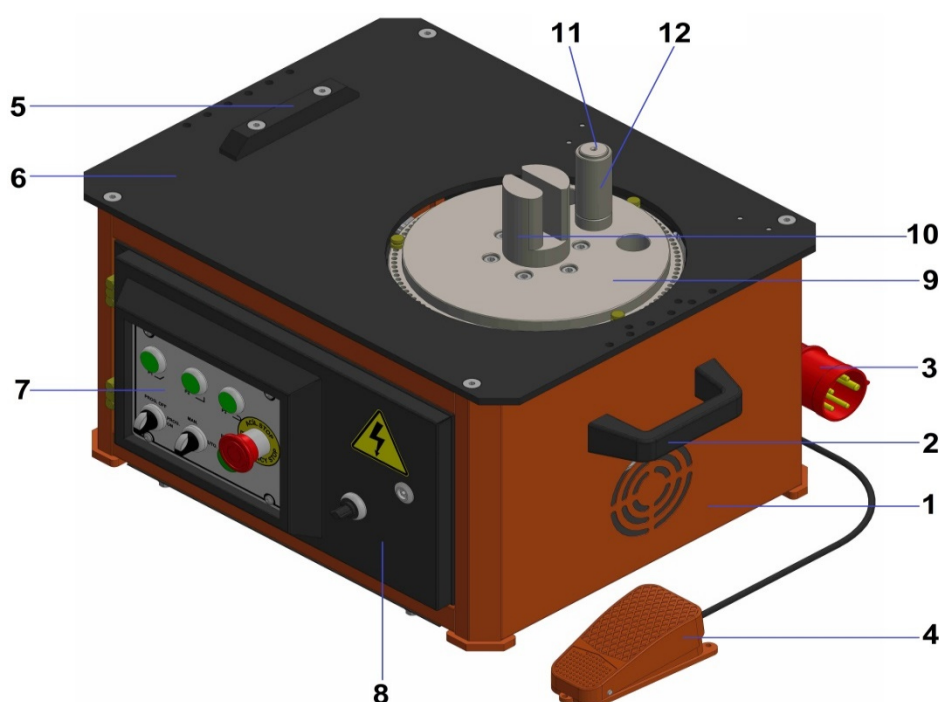

Abbildung 1: Aufbau der Biegemaschine
- Wählen Sie den passenden Bügelkopf, Steckbolzen und die Biegehülse entsprechend dem Durchmesser des zu biegenden Eisens aus. Setzen Sie diese Bauteile gemäß ihrer Positionen (s. Abb. 1, Pos. 10, 11, 12) am Biegeteller ein.
(s. Abb. 1, Pos. 10, 11, 12) am Biegeteller ein.